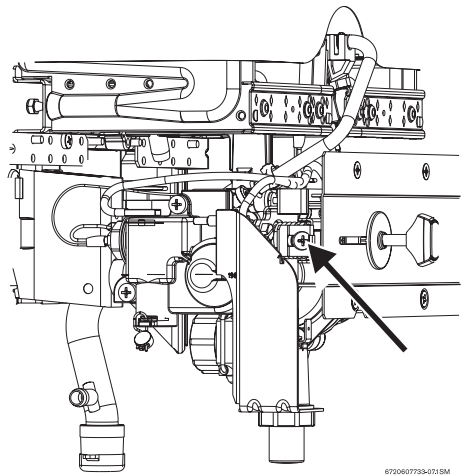

Bild 7 Einstellschraube min. Gasmenge
- Mit der Einstellschraube (Bild 7) den Druck gemäß Tabelle 2 einstellen.